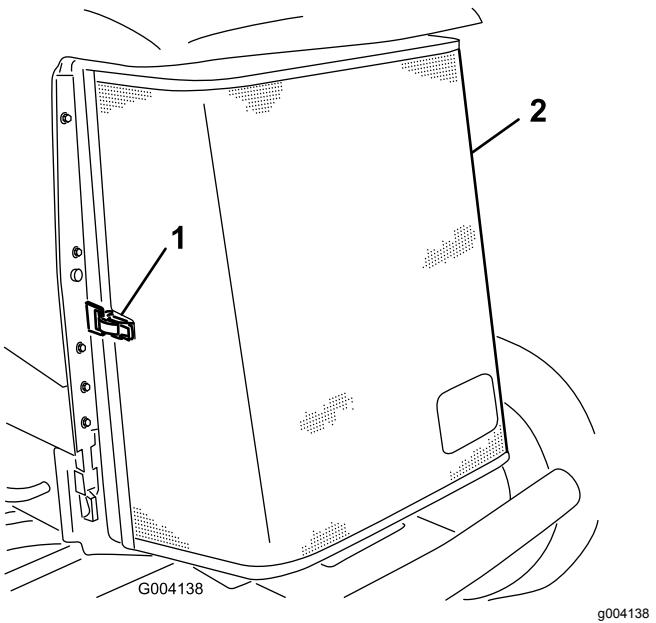

**Figura 49**
1. Compruebe el nivel de refrigerante en el depósito de expansión (Figura 49).